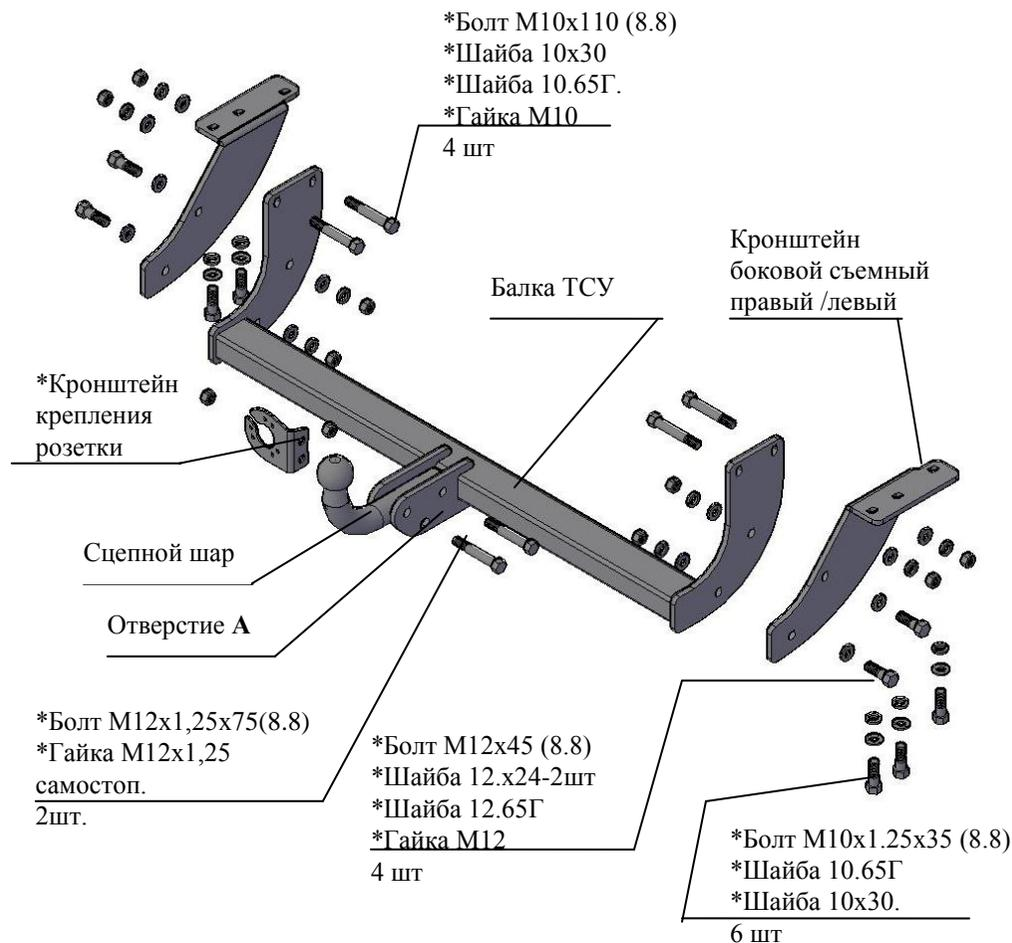

Рис.1 Тягово-цепное устройство 7160
2.1 ТСУ 7160 в сборе (рис.1)	1 шт.
2.2 Пакет с комплектующими (см. рис.1)	1 шт.
- 4.3 Закрепить съемные боковые кронштейны (правый и левый соответственно рис.1) к нижним полкам лонжеронов болтами М10х1.25х35